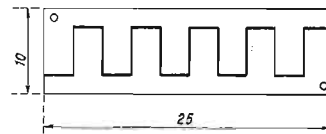

FIG. 4
- a) Une plaquette de verre époxy portant des bandes de cuivre en chicane (voir Fig. 4) et de préférence dorées pour réduire la corrosion. Cette plaquette peut